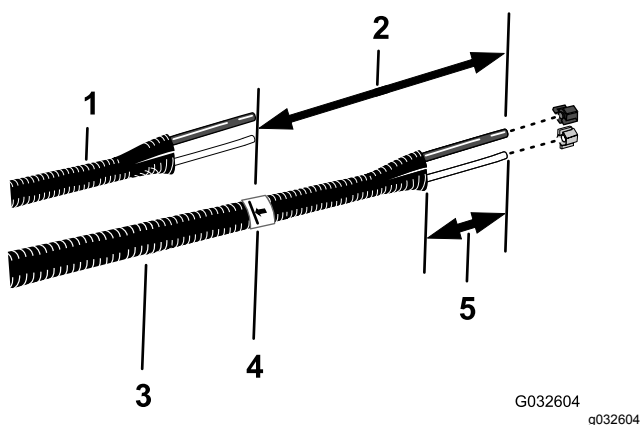

Figura 22
6. Allineate i vecchi tubi del liquido e dell'aria (Figura 22) al nuovo gruppo tubi (N. cat. Toro 114-9553).
8. Nel nuovo gruppo tubi, aggiungete una lunghezza di 26 cm dal segno marcato nella fase 7, contrassegnate il gruppo tubi e tagliate i tubi sul secondo (e più lungo) segno (Figura 22).
10. Rimuovete 77-102 mm di guaina attorno a ciascun'estremità del gruppo tubi (Figura 22).